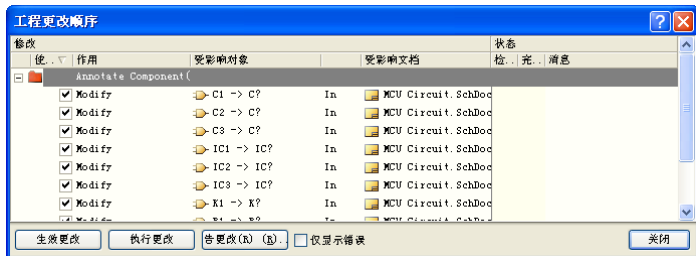

图 2-30 “工程更改顺序”对话框
- 3) 单击“接受更改 (创建 ECO)”按钮，系统将弹出“工程更改顺序”对话框，显示出标号的变化情况，如图 2-30 所示。在该对话框中，可以使标号的变化有效。